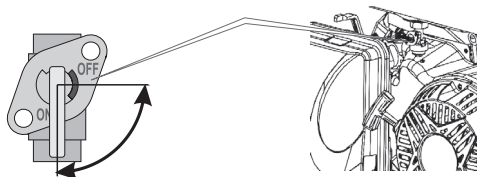

Рисунок 6. Схема роботи паливного крана
2. Вимкніть запалення обертанням ключа (10, рис.2) у положення «Вимкнено». Перекрийте паливний кран обертанням у положення «ЗАКР.» проти годинникової стрілки до упору (рис. 6).